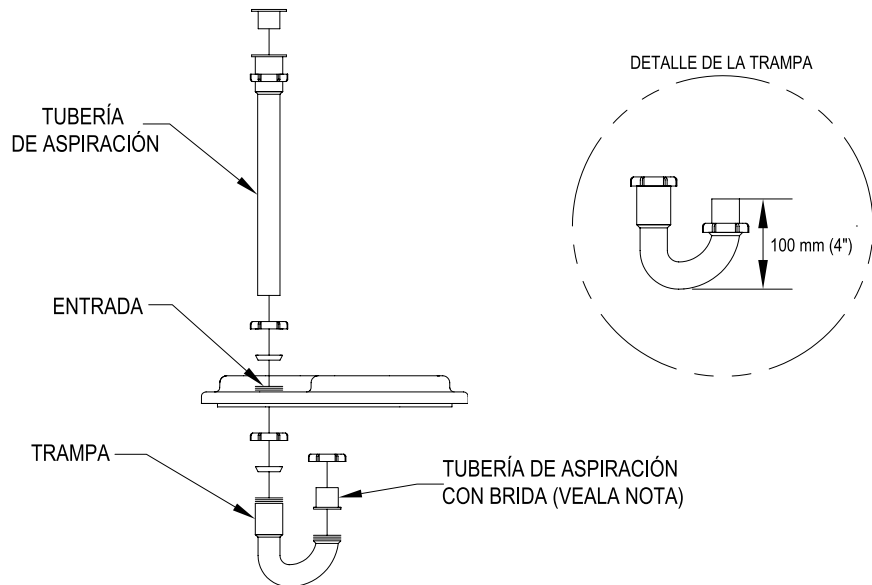

FIGURA 4.2
- 4.2) Instale los componentes de drenaje del fregadero en la tapa, como se muestra en la figura 4.2.